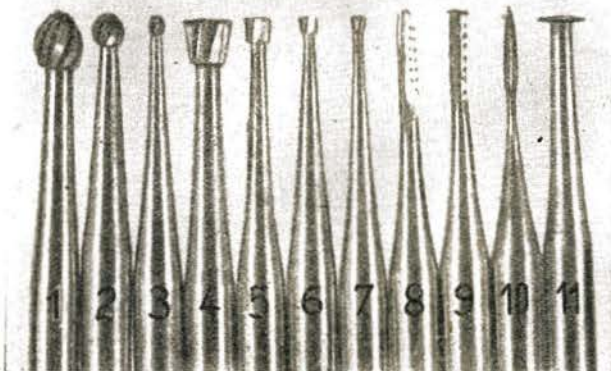

Bild 1 Bohrerformen; 1, 2, 3 Rosenbohrer, 4, 5, 6, 7 Kegelbohrer, 8, 9 Zylinderbohrer, 10 Flammenbohrer, 11 Radbohrer
Kurz nach meiner Ankunft auf dem Bahnsteig wird die Bereitstellung des FDT 179 gemeldet. Da kommt schon der Eiltriebwagenzug, bestehend aus 2 Trieb- und 2 Steuerwagen (Bild 1). Annähernd 1100 km ist die Tagesleistung dieses Zuges; es muß also noch ein zweiter Zug vorhanden sein. Wie ich einige Tage später aus dem Bild in einer Tageszeitung entnehmen konnte, handelte es sich bei dieser Garnitur um einen dreiteiligen Eiltriebwagenzug auf Jacobs-Drehgestellen mit dieselhydraulischem Antrieb, der mit Scharfenberg-Kupplung ausgerüstet ist und auf längeren Strecken etwas größeren Fahrkomfort bietet (Bild 3). Wegen der geringen Länge der Wagenkästen gegenüber den bekannten Schnelltriebwagen eignet sich dieser Zug besonders gut für uns Modelleisenbahner zum Nachbau.
Bild 1 Dieselelektrischer Eiltriebwagenzug Gattung BC 4 i-VT 137 092 für 100 km/h Höchstgeschwindigkeit, eingesetzt im Plan des FDT 179/180 Dresden—Stralsund und zurück
Bild 1 zeigt die verschiedenen Formen. Die Rosenbohrer (1, 2, 3) haben einen kugeligen Fräskopf. Sie eignen sich zum Abtragen größerer Materialmengen und zum Bohren und Entgraten von Löchern. Kegelbohrer (4, 5, 6, 7) geben beim Fräsen scharfe Kanten. Sie lassen sich mit einem Abziehstein auch leicht nachschärfen. Hieraus kann man Spitzbohrer herstellen. Zylinderbohrer (8, 9), die es mit und ohne Stirnverzahnung gibt, dienen besonders zum Säubern größerer Flächen. Flammenbohrer (10) sind gut zum Aufbohren kleinster Löcher verwendbar, während schmale Schnitte mit dem Radbohrer (11) gemacht werden können.